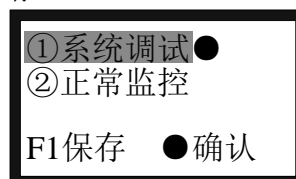

图 7-20
按下数字 3 键或光标移至 3 后按回车键，可进入系统工作模式设置界面(图 7-20)。进入本界面后，在系统工作模式中有①系统调试②正常监控。打了“●”表示保存后的系统工作状态，按“▲”、“▼”键移动，按“确认”键选上。选完后按“F1”保存。